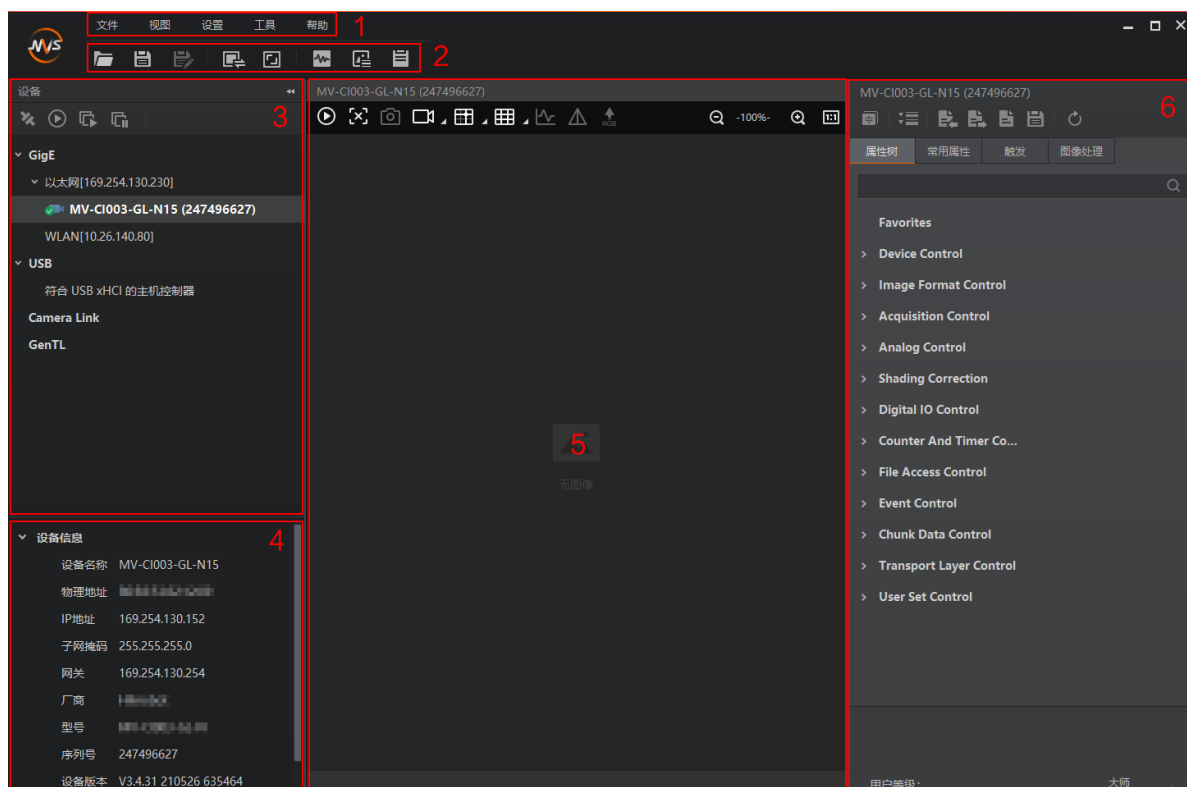

图3-8 软件主界面
3. 枚举到设备后, 双击连接设备, MVS 客户端主界面如图3-8所示。